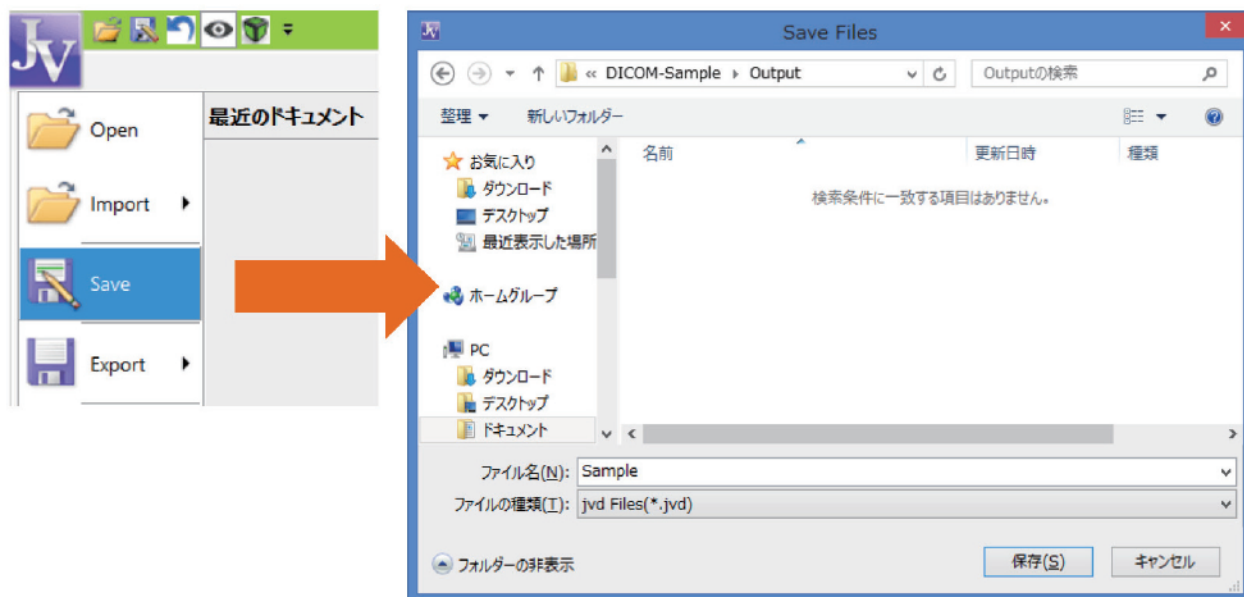

図3-4 3次元画像の保存
4. 3次元画像の保存を行うには, [Save]をクリックします. ファイルの保存ダイアログが出ますので, 保存したい場所とファイル名を入力して, 保存ボタンをクリックします. これにより, 全ての情報(3次元画像の個数, 位置情報など)はjvd形式で保存され, 個別の3次元画像ファイルはVolume Extractor 3.0で使用している画像フォーマットで保存されます. このjvd形式のファイルは, バイナリ形式で保存され, ファイル読み込みもDICOM画像に比べて速くなります. (図3-4)